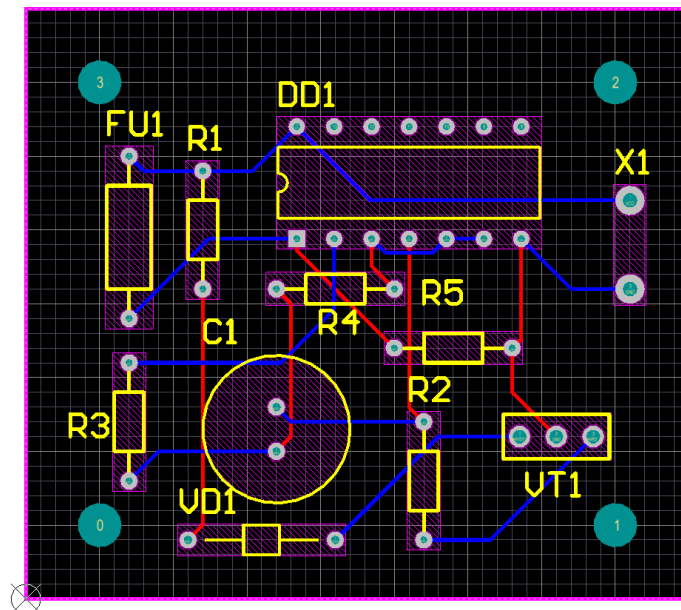

Рис. 5.16
3) Результатом виконаних дій буде розведена з обох сторін плата (Рис. 5.16). Різними кольорами позначені доріжки з різних сторін плати.